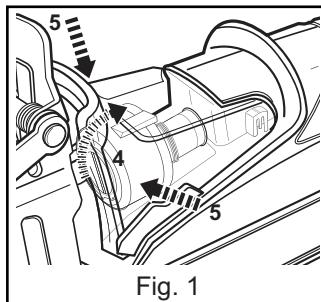

Fig. 1
- Pressez légèrement les deux côtés du couvercle de protection transparent (5) et ouvrez-le (Figures 1&5).
- Ouvrez le couvercle de protection transparent (5). (Figures 1, 5).